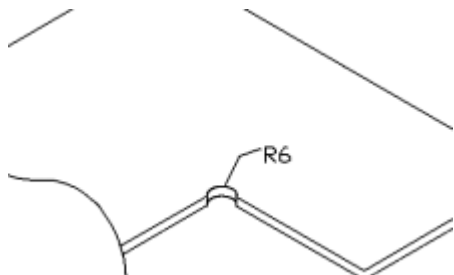

图 5-4-3
5.4.3 切角处工艺要求：切角处需打孔切角，预防板件开裂。如图 5-4-3；